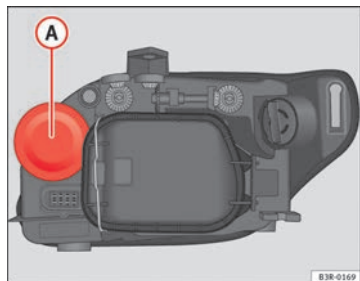

Abb. 205 Fernlicht
- Ziehen Sie die Gummikappe **A** → Abb. 205 ab.